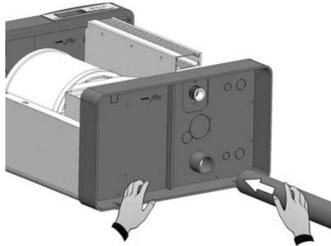

рис. 9
6. Присоедините дренажную трубу к патрубку диаметром 40 мм, закрепив ее хомутом, поставляемым в комплекте [рис. 9 и 10].
6. Присоедините дренажную трубу к патрубку диаметром 40 мм на задней стороне увлажнителя, закрепив ее хомутом, поставляемым в комплекте (рис. 9 и 10).